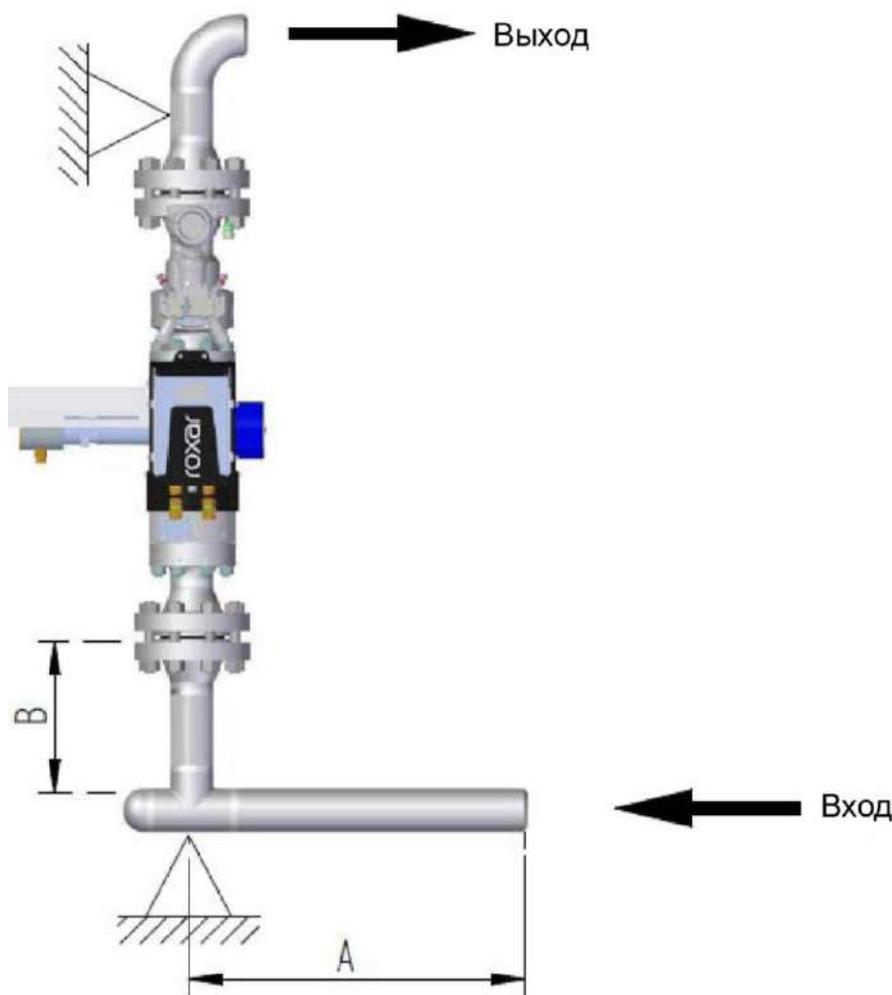

Рисунок 4. Типовая монтажная схема механических соединений
На Roxar MPFM 2600M (V) распространяются некоторые особые требования к установке в отношении ориентации, размеров и длины труб. Требования описаны в таблице 1 ниже по тексту, и для лучшего понимания конфигурации установки Roxar MPFM 2600M(V) изучите рисунок 4 и рисунок . Если в объем поставки входит многофазная система определения содержания соли Roxar, требования к входной установке, описанные в разделе B таблицы 1, полностью удовлетворяются установкой корпуса системы определения содержания соли.